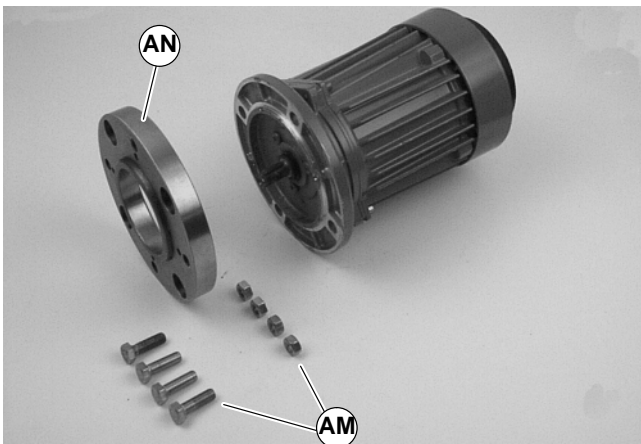

Abbildung 23
4. Vier (4) Schrauben und Muttern entfernen (AM siehe Abbildung 23). Adapterflansch (AN) entfernen.